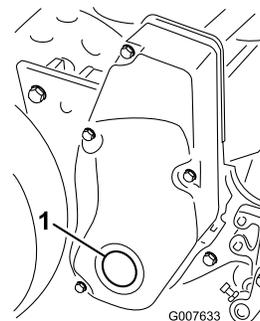

Figura 50
1. Retire a vela na cobertura da transmissão do cilindro direito (Figura 50).